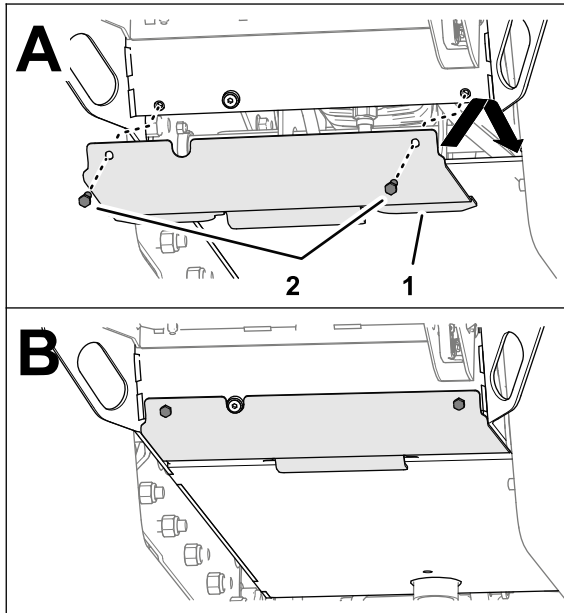

Figure 18
1. Alignez la languette du panneau de protection inférieur et la plaque de cadre de la machine (Figure 18).
2. Alignez les trous dans le panneau de protection inférieur sur la plaque de cadre (Figure 18).
3. Fixez le panneau de protection inférieur à la plaque de cadre (Figure 18) avec les 2 vis ( $\frac{3}{8}$ " x 1") retirées précédemment.